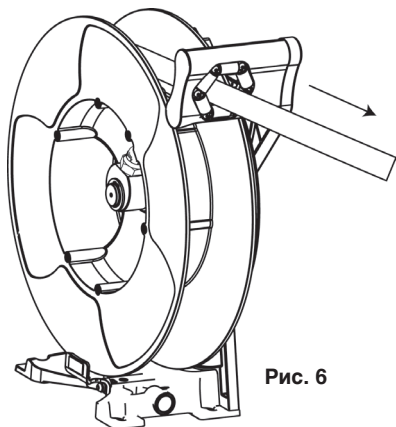

Рис. 6
1. Полностью размотать шланг, а затем определить место установки храпового механизма (рис. 6).